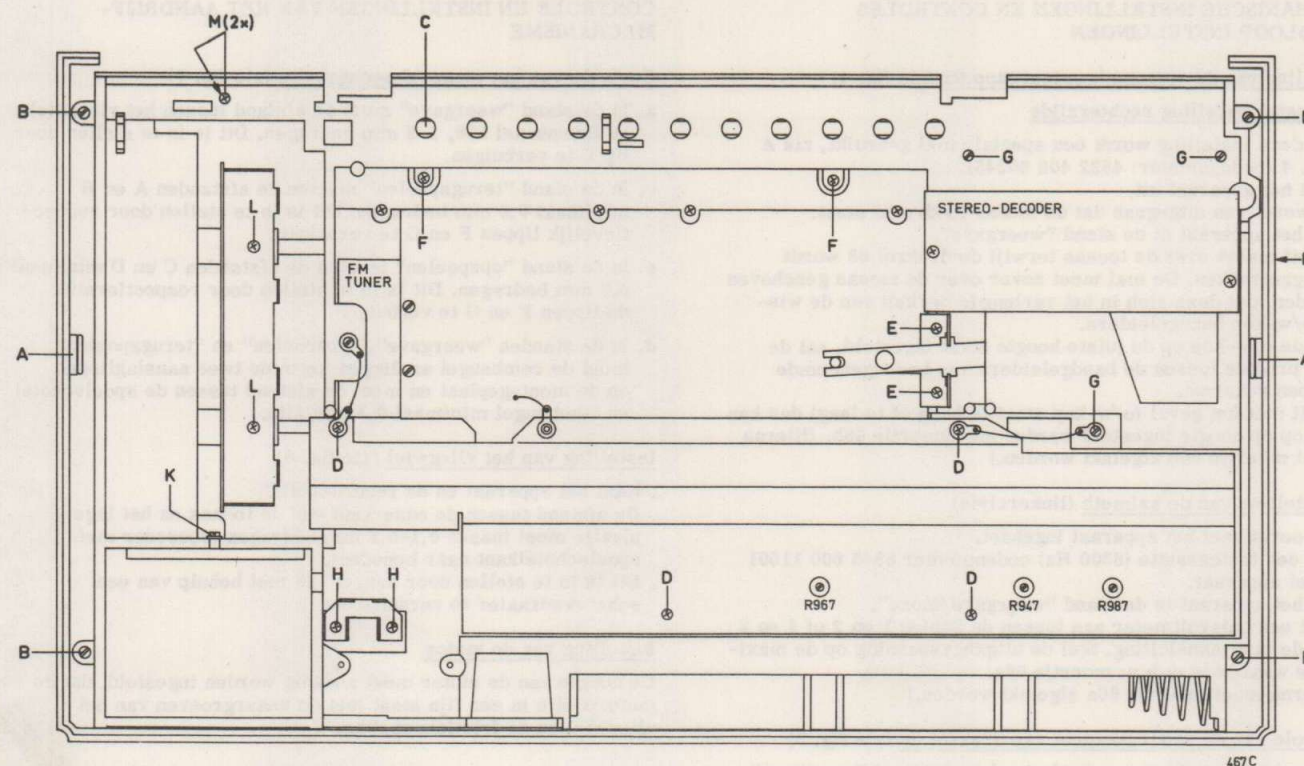

Fig. 11
Uitkastvoorschrift (fig. 11)
Verwijderen van het sierraam om het front (fig. 11)
Het sierraam aan bovenzijde kast optillen en naar voren schuiven. M.b.v. een schroevendraaier de twee nokken (in gaten "A" van de kast, zie fig. 11) van de binnenkant van de kast uit naar buiten drukken en sierraam naar voren kantelen.
Vervanging van de hefboom voor bediening van de aan/uit-schakelaar (fig. 11)
- . Aan achterzijde van het frame zitten ter hoogte van de toetsen uitsparingen (C) om de toetsen te kunnen verwijderen (zie fig. 11).
- . Kast de recorder uit; daarvoor drie bevestigingsschroeven (G) losdraaien (fig. 11).
Uitkanten van de LF-printplaat (fig. 11)
- . Verwijder de 2 bevestigingsschroeven (L) en haal het geheel naar achteren (fig. 11).